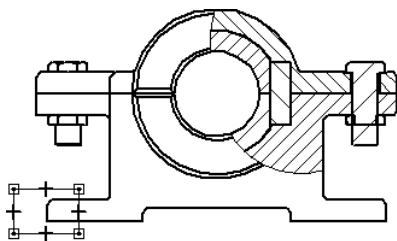
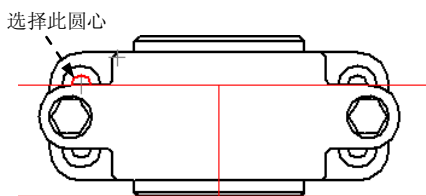
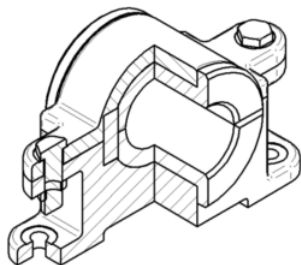

图 5.1.10 绘制局部剖轮廓线 2
图 5.1.11 定义深度
图 5.1.12 创建轴测局部剖视图 2
Step6. 参照 Step5 的详细操作步骤, 创建轴测图中的局部剖视图 2。绘制图 5.1.10 所示的轮廓曲线, 单击图 5.1.11 所示的圆心为深度参考。结果如图 5.1.12 所示。